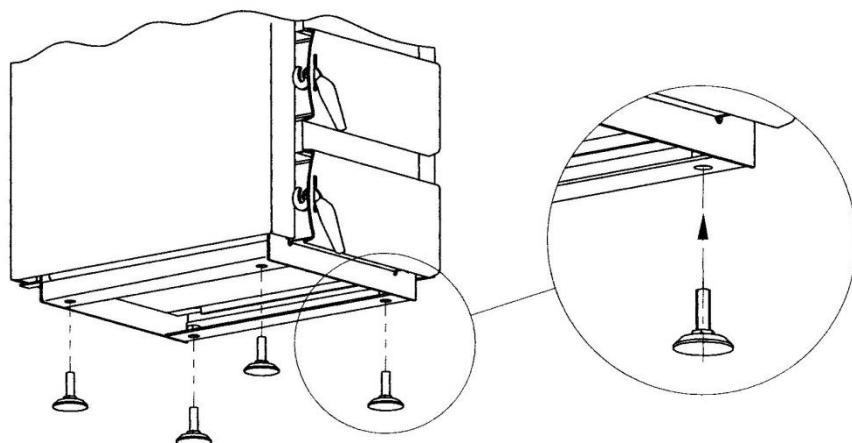

Рис. 5. Встановлення котла
A. Котел встановити на негорючій основі, використовуючи теплоізоляючу плиту більшу принаймні по 2 см. на сторону від бази котла. Якщо котел розміщений у підвальному приміщенні, то встановлення котла на підмурівку висотою 5-10 см. Котел потрібно розмістити горизонтально. Для горизонтального розміщення котла слугать 4 ніжки, які можна вкрутити в отвори в основі котла (Рис.5).